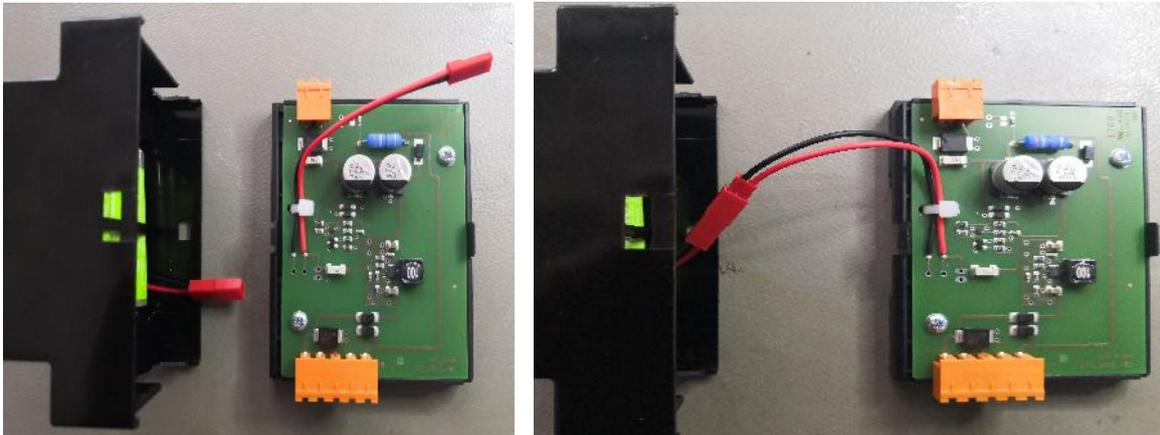

Abbildung 3 - Links: Buchse auf Akkuseite - Stecker auf Printseite;
**Der Akkustecker muß vor Inbetriebnahme in den Kabelstecker (siehe Abbildung 3) gesteckt werden.**
1. Kontrolle, ob alle vier Akkuzellen der vorgeschriebenen Type entsprechen und richtig eingelegt sind. Akkustecker in Kabelbuchse stecken - verpolungssicher! (Abbildung 3)